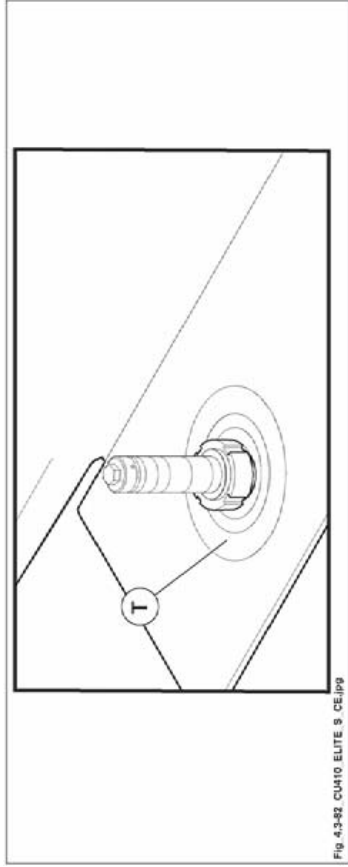

Abb. 4.3-82
- Zum Erreichen der kleinste Bohrung die mitgelieferten Reduzierringe (T Abb. 4.3.82).
- 1) Die Fräswelle anheben, dabei das Handrad (B Abb. 4.3.82.1) drehen oder, wenn vorhanden, die elektrischen Befehle ausüben (C).
- 3) Wählschalter (G Abb. 4.3.82.1) auf () drehen; motorbremse gelöst, Meldeleuchte angezündet.
- 4) Die Rotation der Oberfräswelle blockieren, indem sie von Hand bewegt wird, bis sie durch Drehen des Hebels (C Abb. 4.3.82.1) blockiert werden kann.